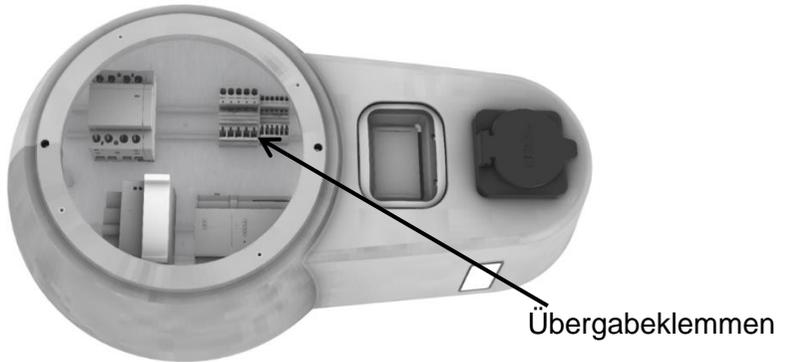

Abbildung 5: Ansicht der geöffneten Wallbox
- Trennen Sie die Übergabeklemmen (siehe Abbildung 5) durch Drücken der Zugentlastung des Steckverbunds. Der Steckverbund kann somit leicht abgezogen werden.